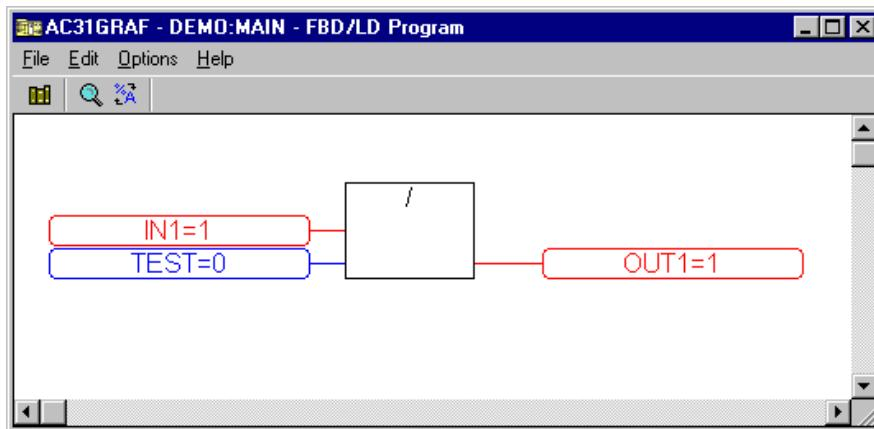

Figura 2-23: Resultado del software tras forzar la entrada
- ⇒ El estado de la salida también puede visualizarse en la pantalla o en los gráficos de tiempo (Figura 2-23).